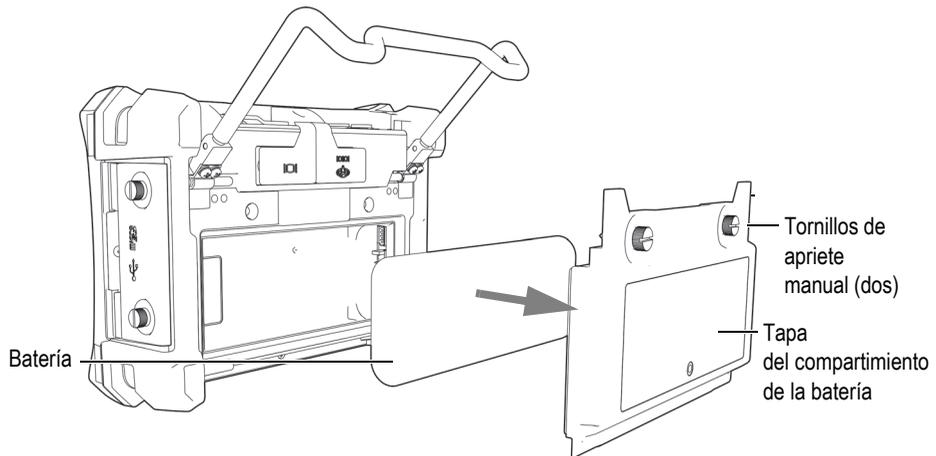

Figura 1-11 Extracción de la tapa del compartimiento de la batería y de la batería de iones de litio
3. Retire la batería de iones de litio (si está instalada). Ver la Figura 1-11 en la página 38.